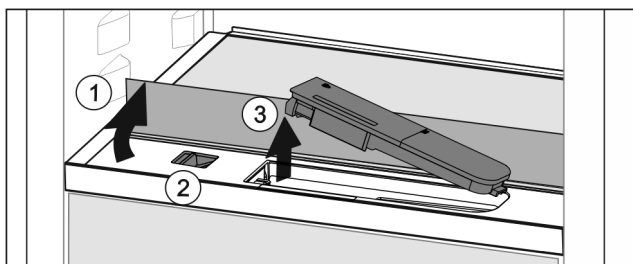

Fig. 119
- Lyft glashyllan och fäll bak den till anslag Fig. 119 (1).
- Skjut reglaget Fig. 119 (2) åt vänster.
- Ta ut vattenbehållaren Fig. 119 (3).